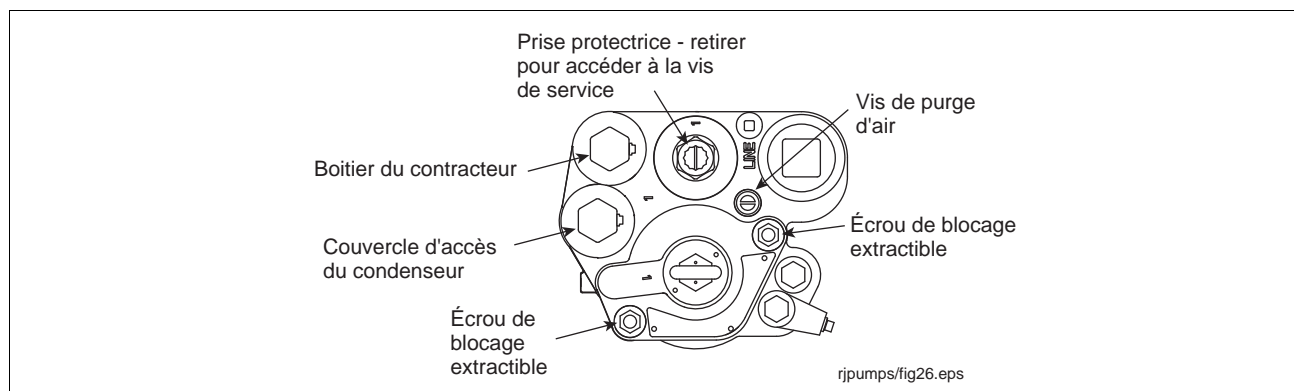

Figure 29. Ecrans de blocage du corps extractible
2. Retirer les deux écrous de blocage du corps extractible (voir Figure 29). Les ressorts situés sur les goujons entre le flasque du corps extractible et le collecteur poussent le corps extractible vers le haut et brisent ainsi les joints.